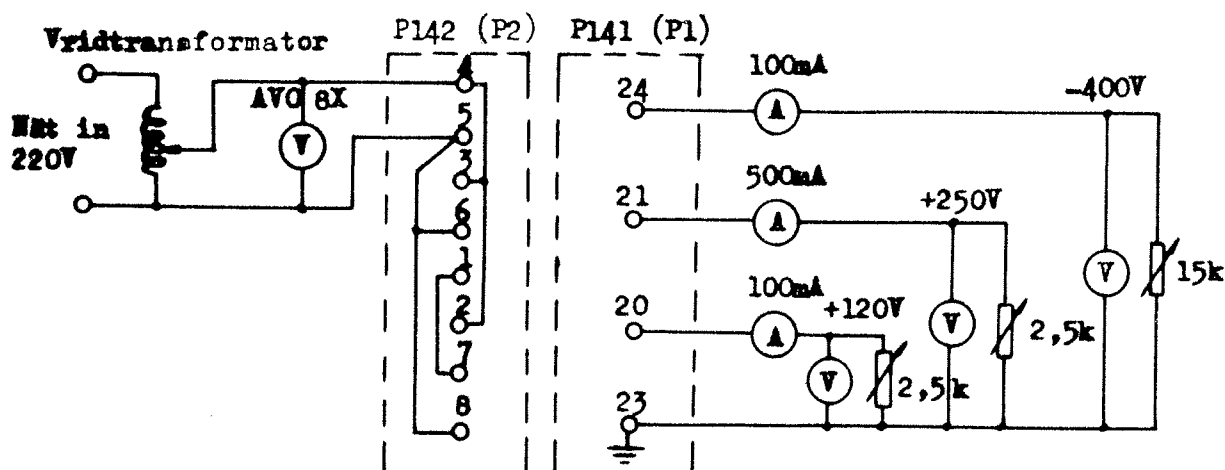

Bild 1
49. Koppla upp provutrustningen enligt bild 1.